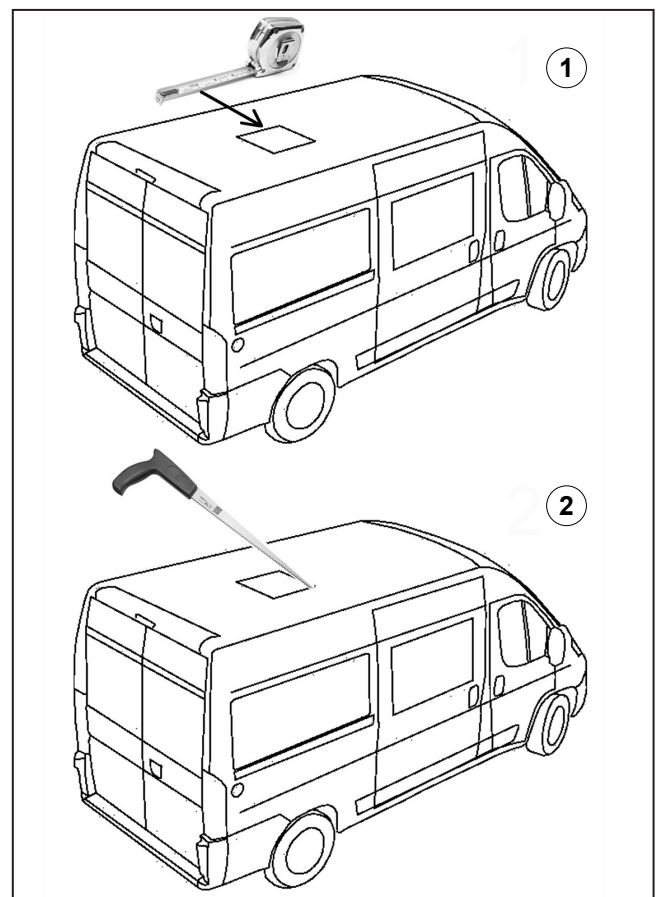

Fig. 5
Kies een plaats in het midden van het dak tussen de beide langsliggers en teken met een stift de contouren af van een vierkant gat van 395 mm aan weerskanten ("Fig. 3") en ("Fig. 5" ref. 1).
Zaag de opening voorzichtig met een handzaag in het dak en pas op dat u eventuele elektrische kabels niet doorzaagt ("Fig. 5" ref. 2).